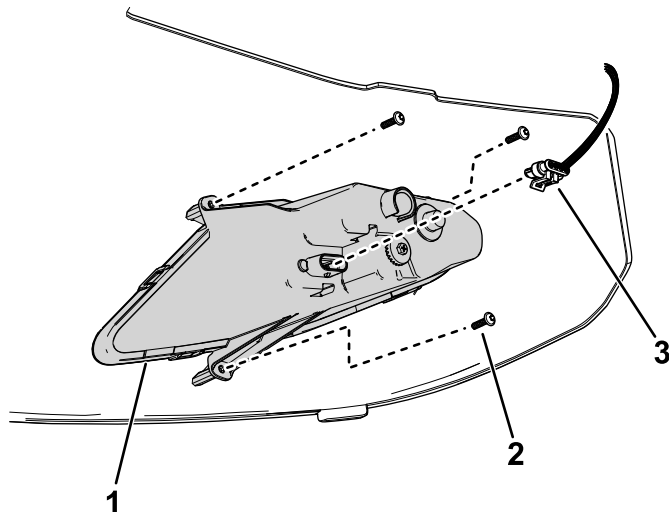

図 37
3. ヘッドライトに接続されているワイヤハーネスのコネクタを外す 図 37。
6. ヘッドライトに接続されているワイヤハーネスのコネクタを取り付ける 図 37。